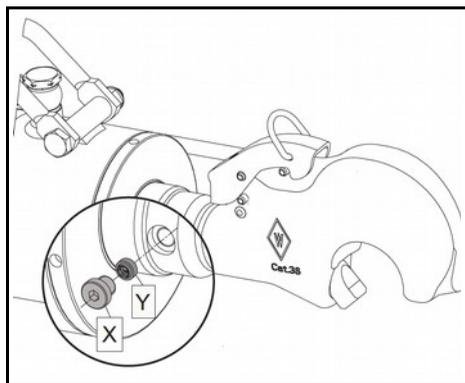
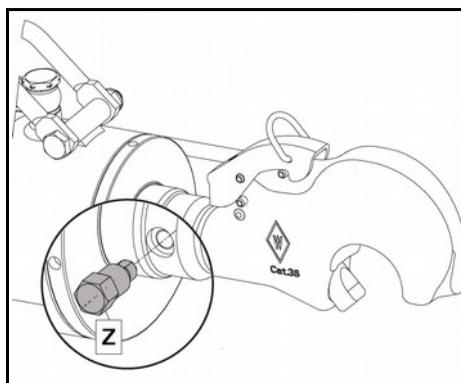
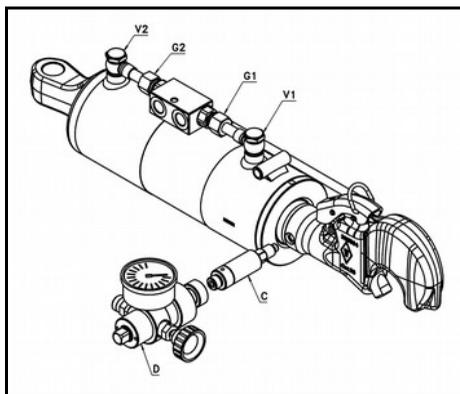

Fig. 10
Fig. 11
Fig. 13
Smontare il tappo di protezione (X) (fig. 10) per accedere alla valvola dell'accumulatore (Y) (fig. 10).
Se il terzo punto idraulico ammortizzato è troppo rigido, probabilmente la pressione del gas, all'interno dell'accumulatore, è troppo elevata. Utilizzare le vite (Z) art. 3ACPS18 (Fig. 11) in dotazione per regolare la pressione secondo le vostre esigenze. Procedura:
- 5 avvitare a mano nel foro del tappo (X) (fig.10) precedentemente rimosso la vite di scaricamento gas 3ACPS18 (Z) (Fig.11), in dotazione al terzo punto fino a quando non comincia ad uscire il gas. La vite sblocca la valvola di ritegno dell'accumulatore;
- 6 appena si rileva che l'asta ha eseguito un movimento di circa 5 mm svitare prontamente la vite (Z) art. 3ACPS18 per richiudere la valvola. Il movimento di estensione dello stelo è dovuto al calo di pressione nell'accumulatore e all'azione del carico sul gas;
- 7 rimuovere completamente la vite (Z) art. 3ACPS18 e rimontare il tappo di sicurezza (X) (fig.10).
- 4 rimuovere il tappo (X): con una chiave esagonale svitare e rimuovere il tappo (X) (fig.10) che protegge la valvola. Conservarlo in un posto sicuro per le operazioni successive;
- 1 Preparazione: assemblare l'adattatore (c) art. 3ACPA58 (Fig.13) al kit di ricarica azoto (D) art. 3ACPK58 o 3ACPK28. È possibile collegare all'adattatore (C) kit di ricarica disponibili in commercio con attacco 5/8-18 UNF;
- 2 controllare che lo sfiato laterale del kit (D) sia chiuso e la regolazione superiore sia completamente allentata;
- 3 avvitare il kit: avvitare a mano il kit precedentemente assemblato nel foro dove c'era il tappo (X) (Fig.10);
- 5 ricaricare: avvitare lentamente la regolazione superiore del kit (D) (Fig.13) fino a quando il
- 7 rimuovere l'adattatore: allentare la regolazione superiore del kit di ricarica (D) (Fig.13), azionare lo sfiato per rimuovere eventuali pressioni residue. Scollegare la condotta del gas e procedere allo smontaggio del gruppo.
- 2 ripristino tappo: ripristinare il tappo di sicurezza (X) (fig.10).